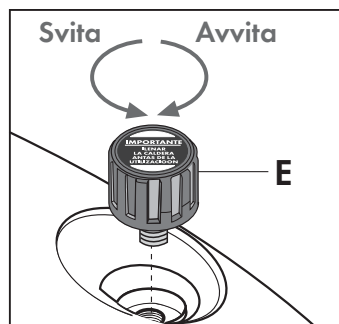

Fig. 4
- svitare il tappo presente sulla bottiglia (R) in dotazione;
- aprire manualmente il tappo di riempimento della caldaia (E) premendo verso il basso e contemporaneamente ruotandolo in senso antiorario; (**Fig. 4**)